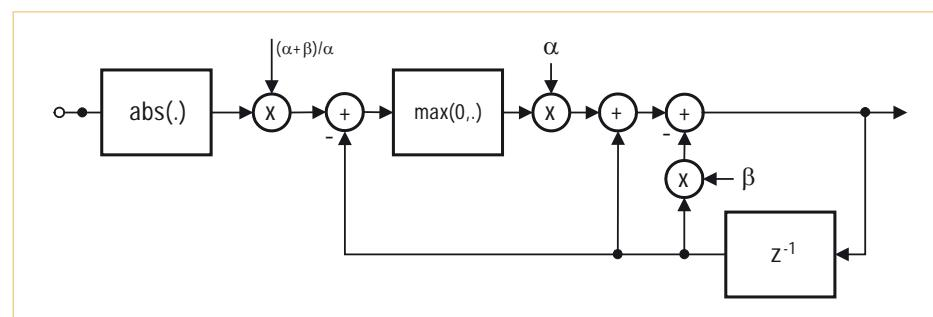

Bild 3. Digitaler Spitzenwertgleichrichter mit Zeiteinheit.
**Bild 3** zeigt die digitale Signalverarbeitung im Spitzenwertgleichrichter mit Zeiteinheit. Der Block  $\text{abs}(\cdot)$  entspricht einer Zweiweggleichrichtung. Die Größen  $\alpha$  und  $\beta$  legen die Zeitcharakteristik fest. Der Block  $\max(0, \cdot)$  trennt zwischen Anstiegs- und Abfallzustand, in dem nur im Anstiegszustand ein Signal passieren kann. Beim analogen System wurde dies mit dem Betrieb der Diode in Sperrrichtung erreicht. Wenn das Eingangssignal blockiert wird, also im Abfallzustand, wird das Ausgangssignal aus dem Gedächtnis im Block  $z^{-1}$  gespeist und  $\beta$  legt hierfür die Zeitkonstante fest. Mit der Pegelberechnung ermitteln wir die Dezibel-Werte für das gleichgerichtetete Signal. Genau genommen sind dies die in der digitalen Audiosignalverarbeitung mit